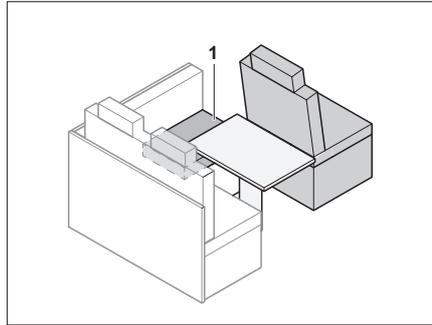

Bild 149 Vor dem Umbau
- Sitzpolster (Bild 149,1) zur Seite legen.